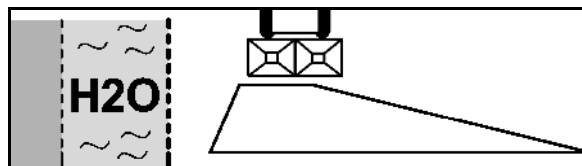

Bild 71
Inställbart värde står att läsa i spridningstabellen (Bild 71).
2. Gränsspridningsskärmen på styrbygeln (Bild 73/1) ska förskjutas så mycket att visaren (Bild 73/2) visar på det inställningsvärde i spridningstabellen som ska ställas in (Bild 71).